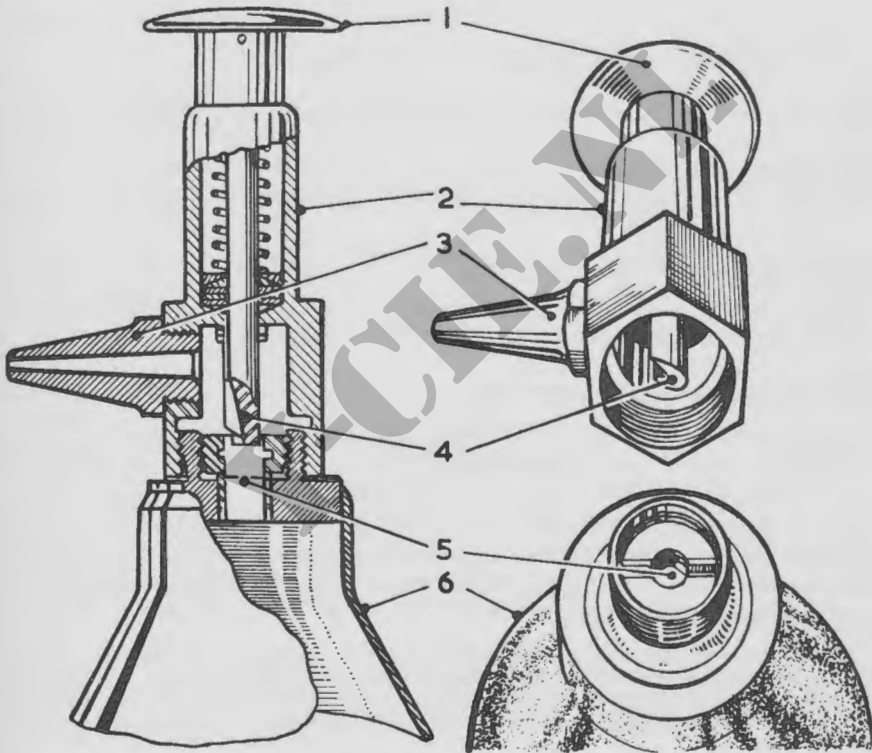

Fig. 63. Kop van een methylobromide-handbrandblusapparaat
- 331.** De methylobromide handbrandblusser (fig 63)
### 333. De methylobromide handbrandblussers (fig 63)